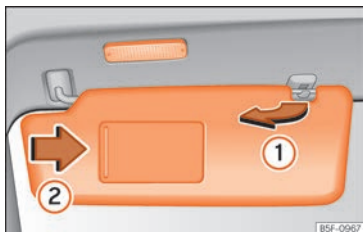

Fig. 88 Parasol.
- El parasol puede extraerse de la fijación y girarse hacia la puerta >>> **fig. 88 ①**.